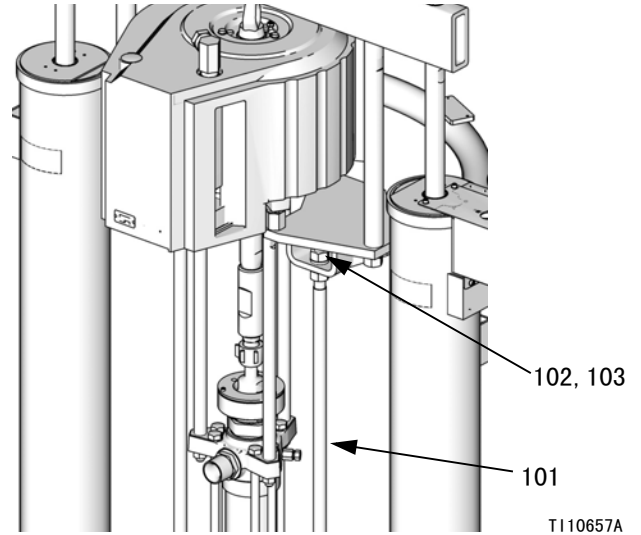

图 21
1. 从压盘提升杆（101）顶部卸下螺母和垫圈（102、103）。参见图 21。
不要卸下或调整支架下面的螺母（102）。参见图 21。如果对螺母进行调整，泵便不能完全与压盘接合或因距离较短而使马达、拉杆和活塞泵上产生应力。
4. 将螺母（103）和垫圈（102）拧紧到压盘提升杆的顶部（101）。参见图 21。